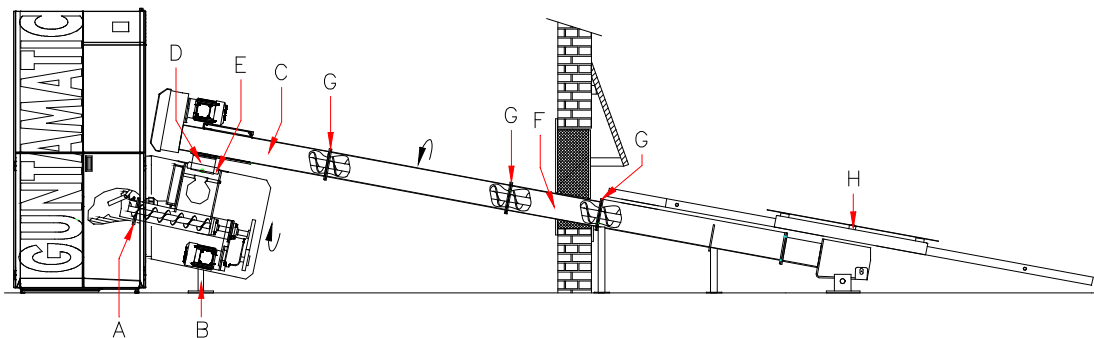

Abb.4
4. A fűtőelem eltávolítása mellett helyezze be a bemeneti tömítést (A) Fig.4 a fűtőegység és a kazán pereme közé, és csavarja össze 4 db M08 x 30 hatlapfejű csavarral, rögzítőgyűrűkkel és anyákkal. Csavarja le a támasztó lábat (B) Fig.4 a fűtőegységen úgy, hogy a tüzelőegység tehermentesüljön. Csatlakoztassa a gyújtóventilátort, a TKS-t, a vízszintes nyelvet, a tűzvédelmi motort, a gyújtásérzékelőt, a G1 meghajtót és a meghajtó A1 kábelét.
5. Helyezze a meghajtó egységet (C) Fig.4 a fűtőegységre, és forduljon a tárolóhelyiség felé. A meghajtó egység golyójának (D) Fig.4 légmentesen kell feküdnie a fűtőegység gumitömítésében (E) Fig.4.
6. Szerelje fel előre a szükséges csavarvályúkat a padlón. Mindig szerelje fel az alapkivitelben szállított 0,55 m-es vályúdarabot (F), lásd a 4. ábrát, a faláttörési területen. M08 x 30 hatlapfejű csavarokkal, biztosító alátétekkel és anyákkal szorosan csavarja rá az egyes vályúrészeket a vályú belsejére. Helyezze össze a csigarészeket úgy, hogy a csiga emelkedése (G) Fig.4 megszakítás és ütközés nélkül folytatódjon. Ezután rögzítse az előre összeszerelt nyomócsavart a meghajtó egységhez (C) 4. ábra, és csavarja szorosan.
7. Szerelje fel a keverőt (H), lásd a 4. ábrát, a nyomócsavarra, és győződjön meg arról, hogy a csavar emelkedése (G) Fig.4 megszakítás és ütközés nélkül tovább működik.